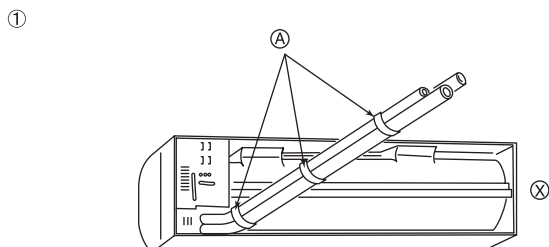
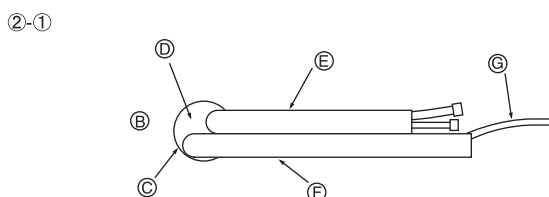

Fig. 3-4
Fig. 3-5
- ① Introduzca un hilo en el orificio y átelos.
- ② El nivel se puede comprobar fácilmente si se cuelga una plomada de la cuerda y se alinea ésta a la marca.
- ① Tuberías trasera, derecha e inferior (Fig. 3-4)
- ② Tuberías izquierda y posterior izquierda
- ②-① Para la tubería posterior izquierda, saque los tubos fuera del agujero para determinar la longitud correcta y acódelos. La unidad interior debe estar suspendida del soporte de fijación. (Fig. 3-5)